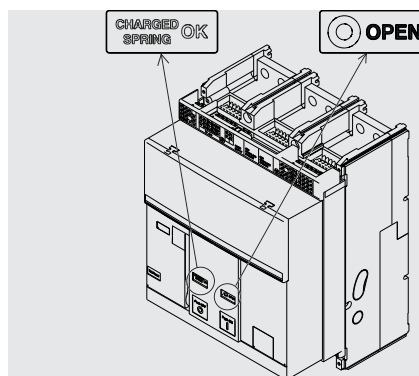

Abbildung 44
3. Sicherstellen, dass der Leistungsschalter ausgeschaltet ist (Anzeige aus/ein "O - OPEN"), und prüfen, dass die Federn gespannt sind (Federnanzeige "weiß - CHARGED SPRING") wie angezeigt in Abbildung 44.